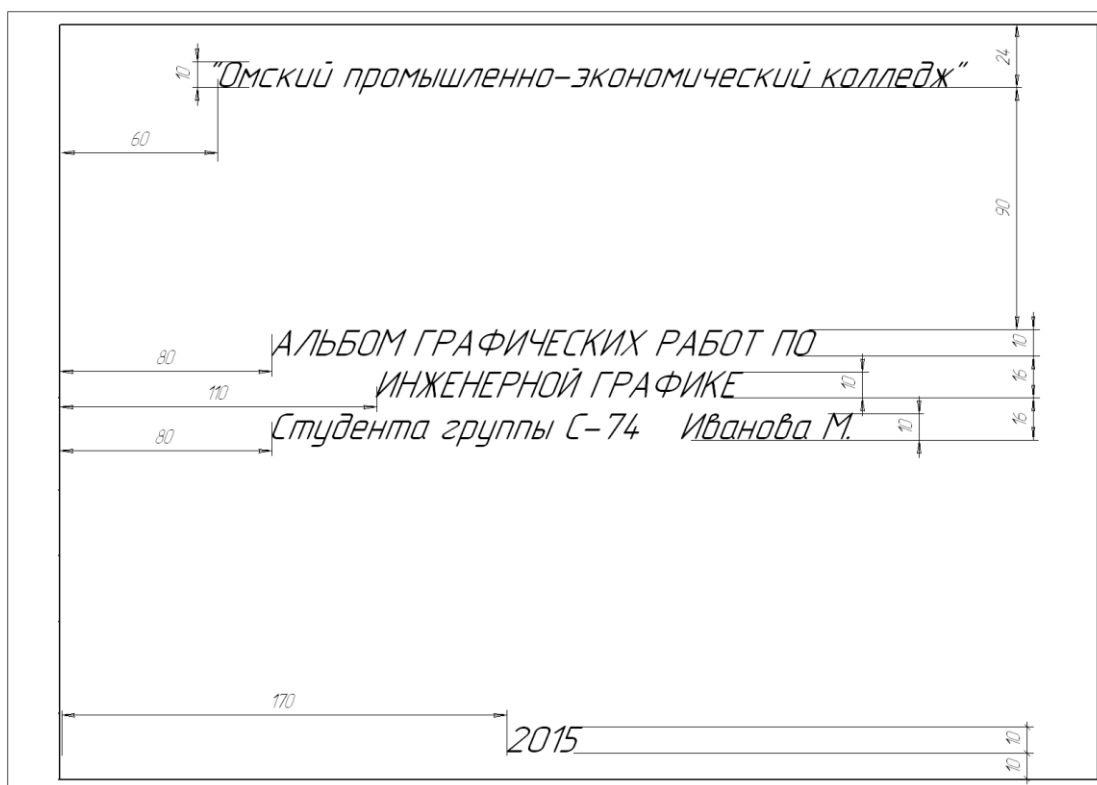

Рисунок 1 – Упрощенная вспомогательная сетка для написания чертежного шрифта
3. Выполнить правильно компоновку чертежа (проведите горизонтальные вспомогательные линии, ограничивающие высоту прописных и строчных букв шифра), рис. 1;